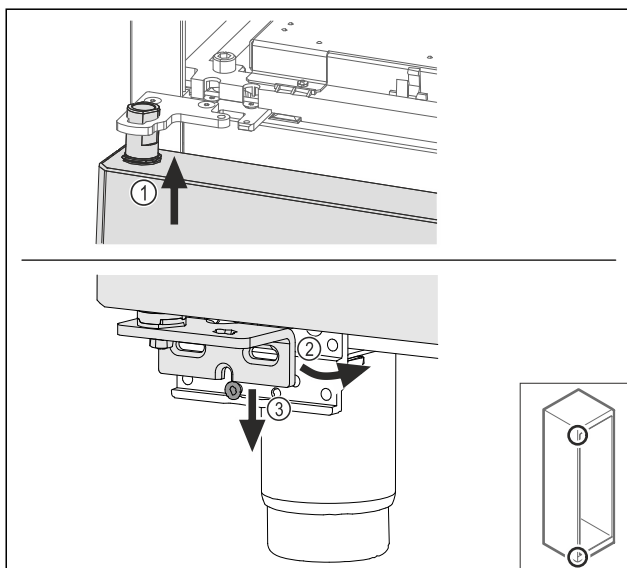

Fig. 68
- Tür leicht gekippt oben einfädeln Fig. 68 (1), Tür gerade ausrichten Fig. 68 (2) und unten auf die Lagerbockschraube Fig. 68 (3) aufsetzen.